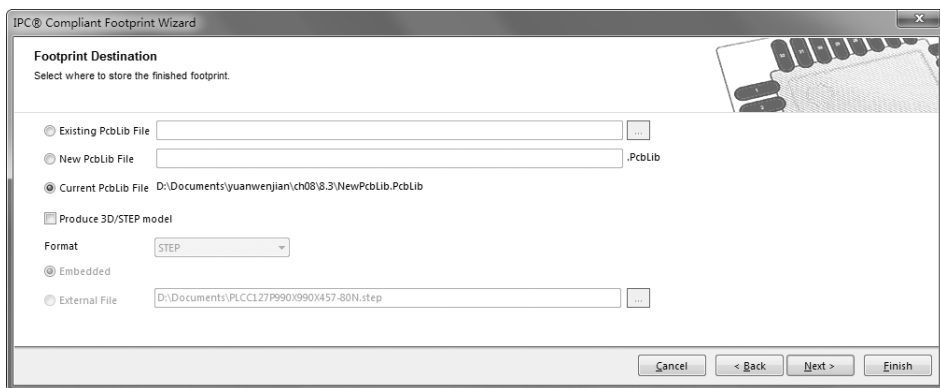

图 11-51 设置封装路径
(12) 单击“Next”（下一步）按钮，进入封装路径设置对话框，如图 11-51 所示。